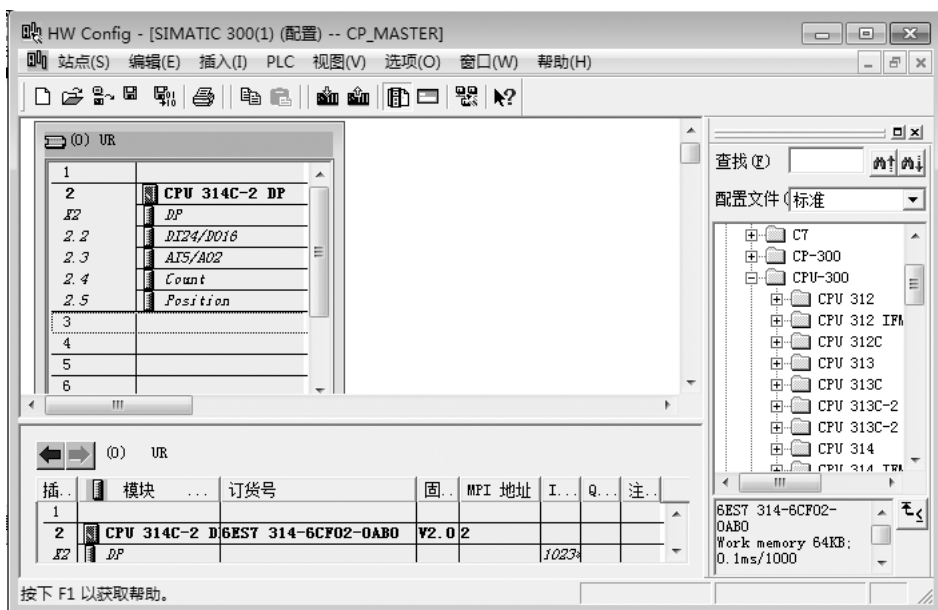

图 8-125 新建项目并插入站点
1) 新建项目并硬件组态。首先新建一个项目，本例为“CP_MASTER”，再插入 S7 - 300 站点；打开硬件组态界面，插入机架，再插入 CPU 314C - 2DP，如图 8-125 所示。